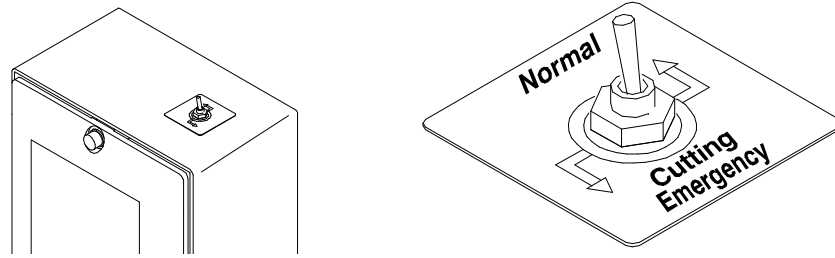

Fig. 19
1) Abaisser la manette du commutateur, placé sur l'armoire de l'appareillage électrique, en position Cutting Emergency (Fig. 19).